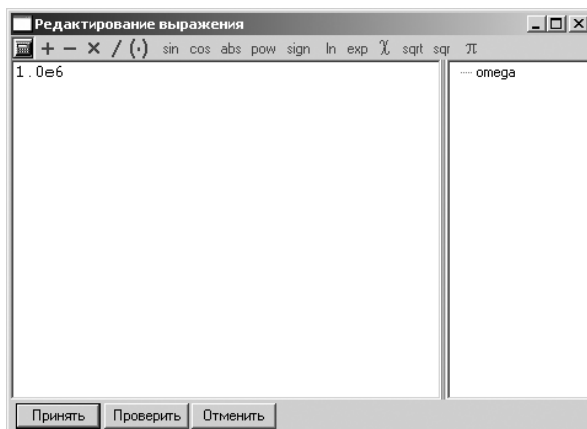

Рис. 2.26. Диалоговое окно **Редактирование выражения**
- щелкните дважды в окне **Инспектор** на закладке **Поршень** в поле переменной **C (Н/м)**. Появится диалоговое окно **Редактирование выражения**, изображенное на рис. 2.26;